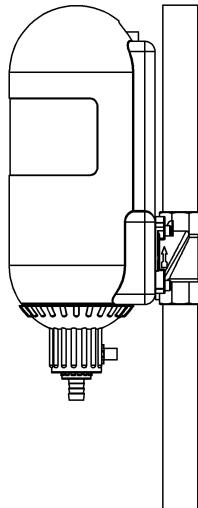

Fig. 6: Position service
En l'absence d'un tel raccordement, vous pouvez utiliser un seau de taille appropriée (cf. fig. 6).
- Si le seau est à moitié rempli, il convient d'arrêter le cycle de rétrolavage, sinon, le seau risque de déborder. C'est pourquoi le seau doit être suffisamment grand (cf. fig. 6).